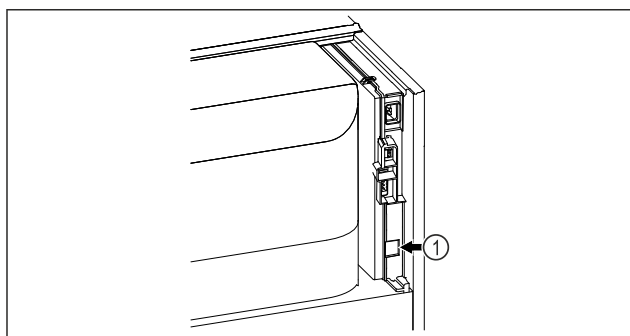

Fig. 140
- ☐ Se utiliza SmartModule Fig. 140 (1).